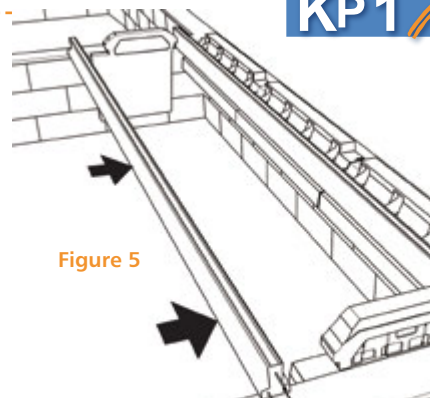

Figure 5
- Placer l'élément de rive transversale (Isoleader, Isoleader SPX, Ecorupteur Transversal ou EcoRefend) à chaque about des poutrelles (Figure 5)